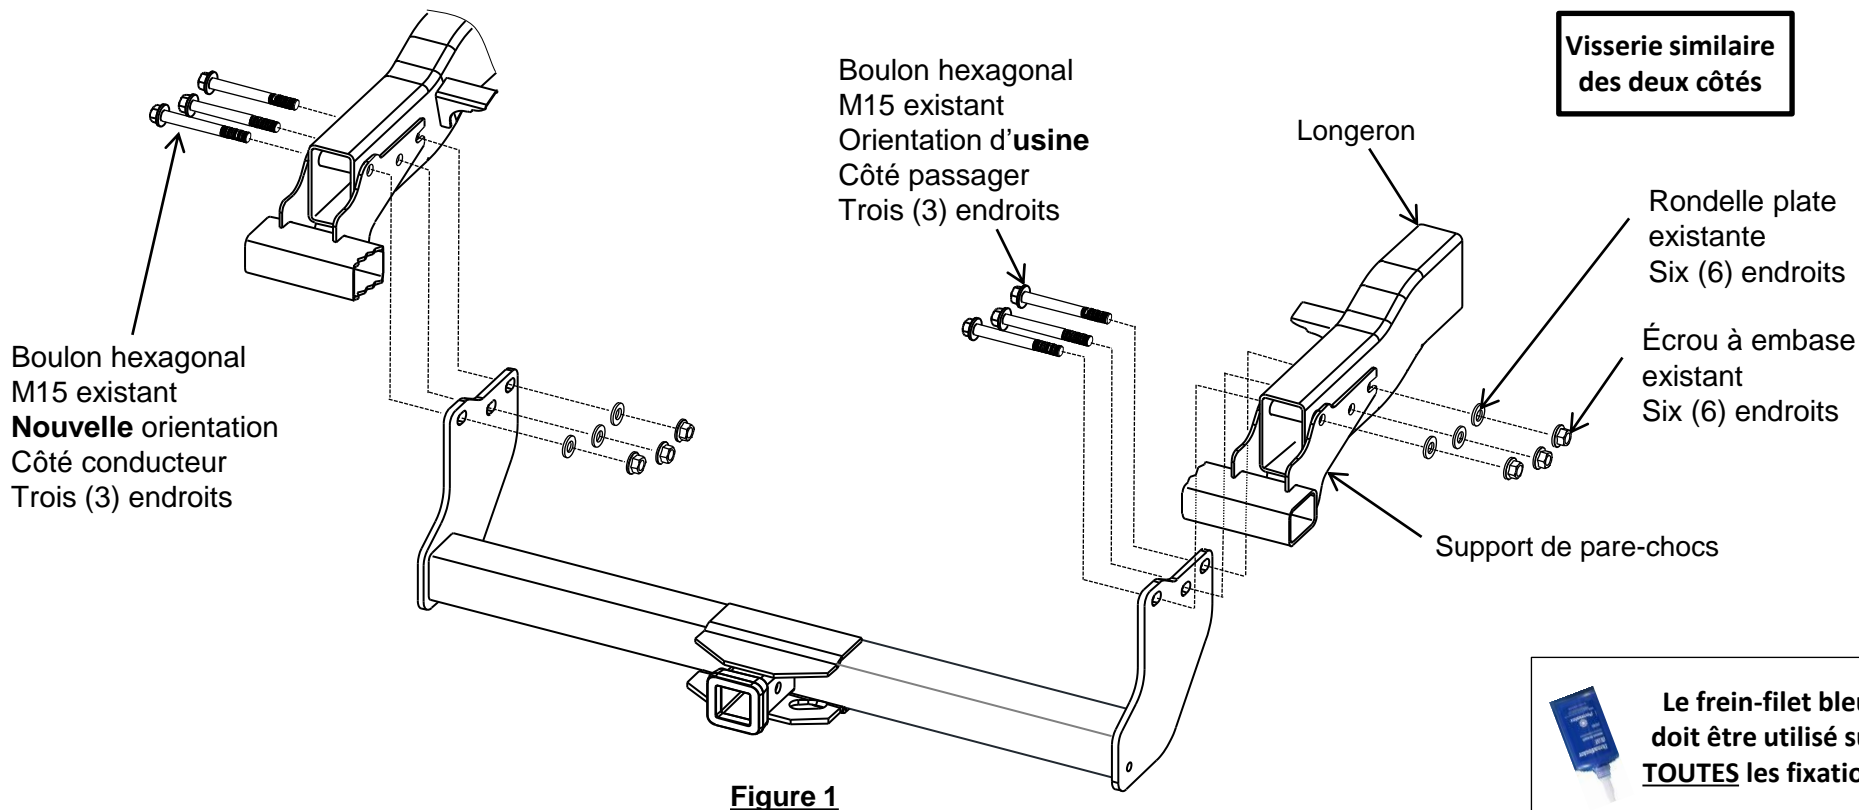

Figure 1
- Retirer les boulons d'usine** – À l'aide d'une douille 22 mm et d'une clé 22 mm, retirer six (6) boulons hexagonaux, rondelles plates et écrous hexagonaux M15 qui fixent le pare-chocs du véhicule (3 par côté), près de l'arrière du véhicule. Voyez la Figure 1.
- Installer l'attelage** – Soulever l'attelage en position entre l'intérieur des longerons et des supports de pare-chocs. Installer lâchement six (6) boulons M15 d'usine comme illustré sur la Figure 1. Appliquer du frein-filet bleu sur le filetage de tous les boulons. Installer les rondelles plates et les écrous hexagonaux d'usine sur les boulons d'usine, six (6) endroits.
1. **Retirer les boulons d'usine** – À l'aide d'une douille 22 mm et d'une clé 22 mm, retirer six (6) boulons hexagonaux, rondelles plates et écrous hexagonaux M15 qui fixent le pare-chocs du véhicule (3 par côté), près de l'arrière du véhicule. Voyez la Figure 1.
2b. Installer l'attelage – Installer lâchement six (6) boulons M15 d'usine comme illustré sur la Figure 1. Appliquer du frein-filet bleu sur le filetage de tous les boulons. Installer les rondelles plates et les écrous hexagonaux d'usine sur les boulons d'usine, six (6) endroits.